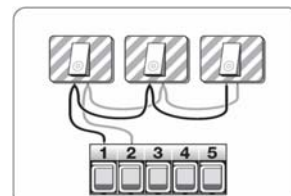

Рисунок 7.
1) для того чтобы подсоединить ряд устройств с нормально открытыми контактами, необходимо использовать параллельное подсоединение (рисунок 7).